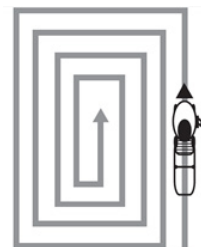

Рис. 18. Схема движения при работе в режиме бокового выброса травы
6. При кошении больших участков (более 500 м²), для снижения трудозатрат, рекомендуется использовать боковой или задний выброс травы (см. раздел ПОДГОТОВКА К РАБОТЕ). При работе в режиме бокового выброса травы рекомендуется двигаться так, чтобы трава выбрасывалась на уже скошенный участок (Рис. 18).